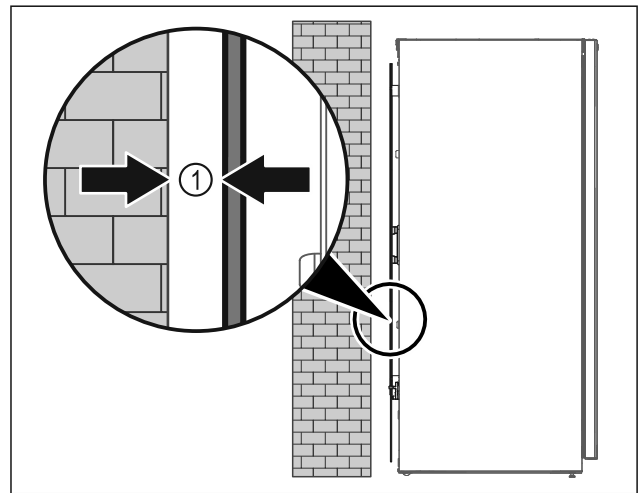

Fig. 5
- ▶ Placer l'appareil soit librement dans la pièce, soit directement contre un mur en respectant une distance minimale de 5 mm Fig. 5 (1).